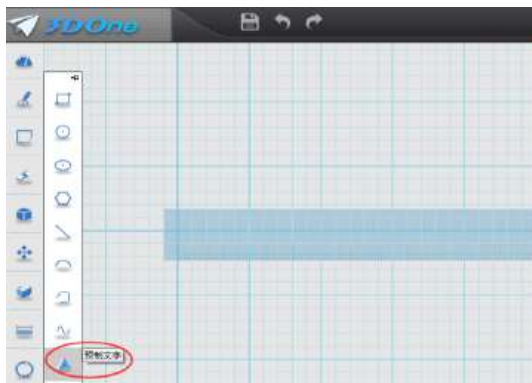
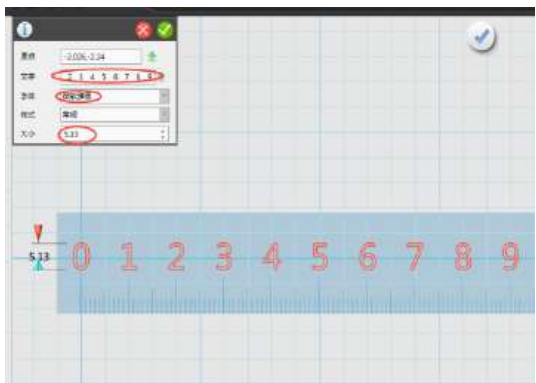

图 6-14
图 6-15
6.绘制刻度文字：鼠标移到屏幕最左侧第二个图标“草图绘制”命令里的下数第二个图标“预制文字”命令，如图 6-14。出现对话框窗口，文字：输入 0 1 2 3 4 5 6 7 8 9（注：数字间三个空格）；字体：选择微软雅黑；大小：输入 5.13；原点：选择第一条刻度线“正上方”。如图 6-15，确定完成 1-9 数字绘制。